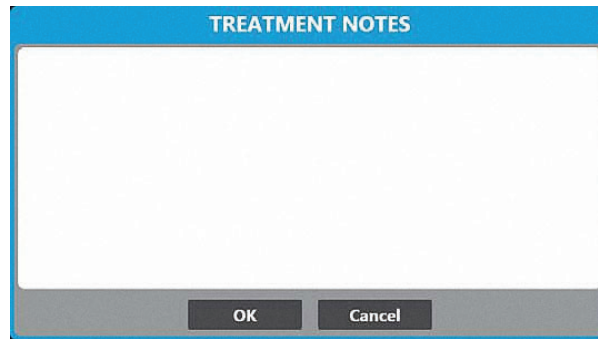

Figura 13. Fereastra Treatment Notes (Note de tratament)
- Apăsați butonul **Treatment Notes** (Note de tratament) de pe ecranul Terapie pentru a adăuga observații și alte informații relevante în dosarul de tratament (Figura 13).